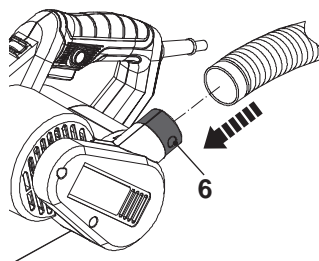

Fig. 10
Em alternativa, pode ser ligado um sistema de extração de poeira ou um aspirador adequado à saída de extração de poeira (6) para uma área de trabalho mais limpa e segura (Fig. 10).